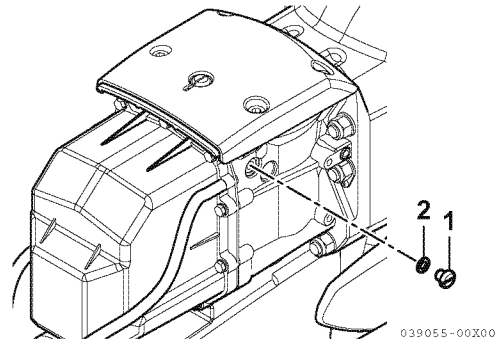

Figure 1
1. Retirez le bouchon d'aération (1, **Figure 1**) et le joint (2, **Figure 1**).